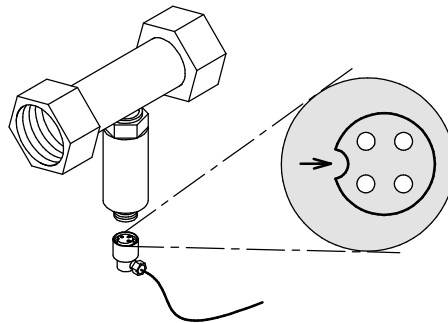

Abb. 6.2: Montage Sensorstecker
Sensorstecker (6) auf den Stecker des Drucksensors (5) stecken und verschrauben. Die Steckverbindung ist polarisiert (Polarisierungsnase im Stecker) und kann somit nur in einer Stellung mit der Überwurfmutter zusammengeschraubt werden, damit ein Kontakt entsteht (siehe Abbildung 6.2).